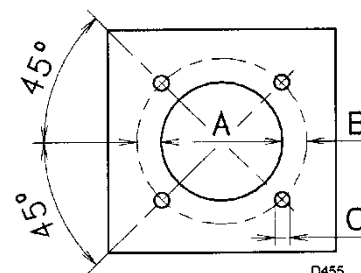

Рис. 13
- Вставьте всю горелку в отверстие в котле, которое должно быть соответствующим образом подготовлено (рисунок 13), и закрепите её болтами, входящими в комплект поставки.